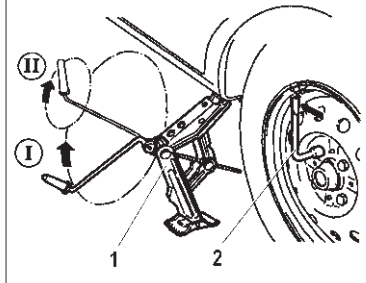

Рис. 51. Подъем автомобиля при замене колес
- ослабьте на один оборот комбинированным ключом 2 (рис. 51) болты крепления заменяемого колеса;